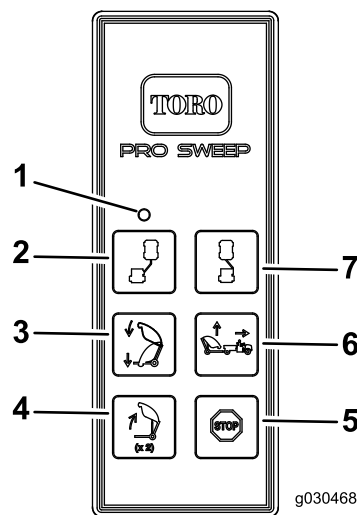

図 28
2. ホッパーが移動走行位置にセットされた状態で、ダンプボタンを押し、ボタンから手を離して、今度はダンプボタンを長押しする **図 28**。